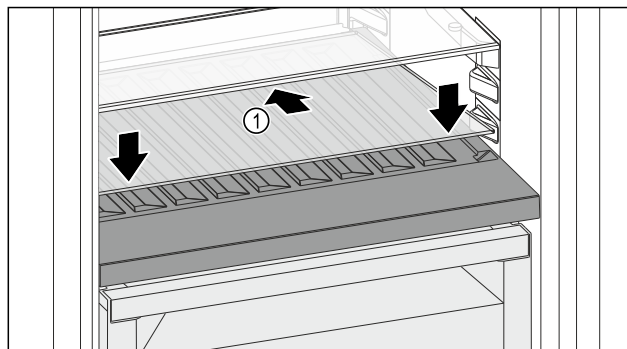

Fig. 194
- Glasplaat Fig. 194 (1) schuin naar achteren en naar beneden plaatsen.
- Glasplaat Fig. 194 (1) aan de voorzijde laten zakken.